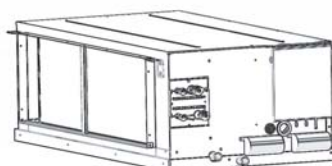

Рис. 12
- 7) Установите воздухоподводящий надлежательный блок (Рис. 12).